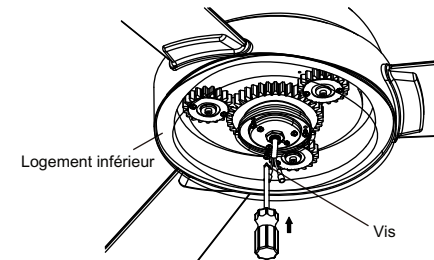

Fig. 22
Étape 2. Fixez le boîtier inférieur au corps moteur, insérez trois (3) vis préalablement enlevées dans les trous et serrez-les solidement. (Fig. 22)